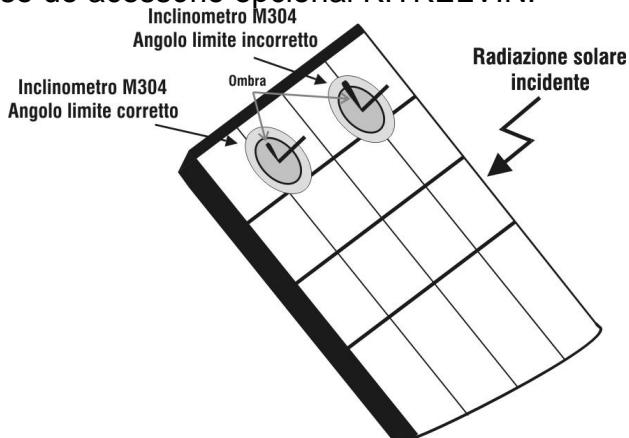

Fig. 10: Colocação do inclinómetro M304
18. Montar a haste no disco do acessório M304 (inclinómetro) fornecida e mantê-la apoiada na superfície do painel. Verificar se a sombra da haste projetada no disco cai dentro do “círculo concêntrico limite” interior ao referido disco (consultar a Fig.10). Caso contrário, o ângulo entre os raios solares e a superfície do painel é muito elevado e, portanto, as medições efetuadas pelo instrumento NÃO se podem considerar fiáveis. Repetir as operações noutros momentos do dia.